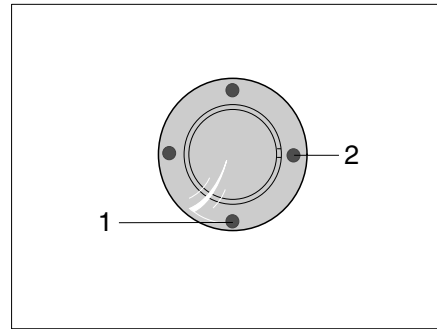
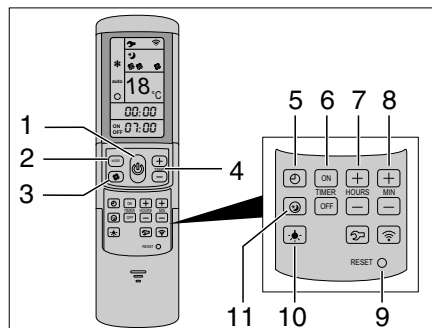

Fig. 317 Ricevitore IR/Indicatore di funzionamento
Fig. 318 Telecomando
L'impianto di climatizzazione si trova sul tetto del veicolo. Il telecomando (Fig. 318) dell'impianto di climatizzazione si trova nella zona cucina.
- Collegare il veicolo all'alimentazione a 230 V. L'impianto di climatizzazione è pronto a funzionare. Il LED blu (Fig. 317,1) è acceso.
- Per accendere, premere il tasto (Fig. 318,1) del telecomando. Il LED blu (Fig. 317,1) lampeggia.
- Impostare la modalità di funzionamento desiderata con il tasto MODE (Fig. 318,2).
- Se necessario, con il tasto (Fig. 318,3) impostare il livello della ventola e con i tasti (Fig. 318,4) la temperatura ambiente desiderata.
Al raggiungimento della temperatura impostata sul telecomando, il LED blu (Fig. 317,1) si spegne, il compressore si spegne e la ventola di ricircolo continua a funzionare.
- Per spegnere, premere di nuovo il tasto (Fig. 318,1) del telecomando.
- Per la programmazione, accendere l'impianto di climatizzazione con il tasto (Fig. 318,1) del telecomando.
- Con il tasto (Fig. 318,2) impostare la modalità di funzionamento desiderata e con i tasti (Fig. 318,4) la temperatura ambiente.
- Con i tasti (Fig. 318,6) selezionare l'azione desiderata:
- Con i tasti (Fig. 318,7 e 8) selezionare il tempo di commutazione desiderato (da 15 minuti a 24 ore).
- Confermare le impostazioni con il tasto "ON" o "OFF" (Fig. 318,6).